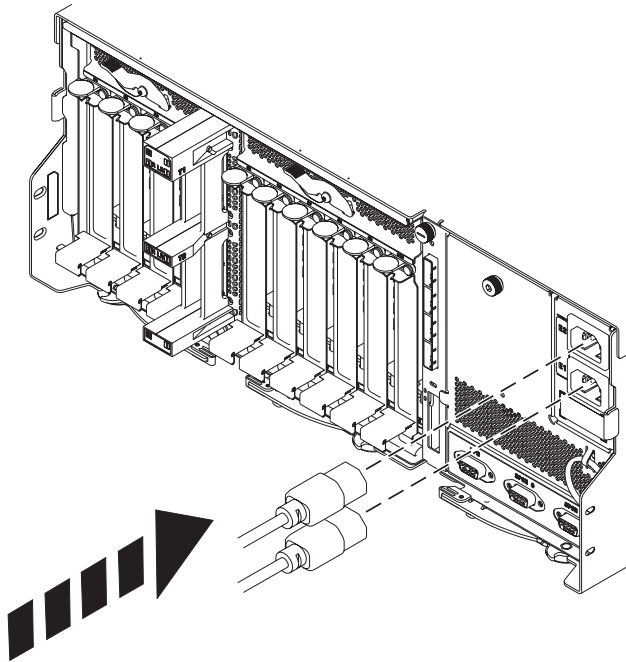

Figure 26. Connexion des cordons d'alimentation
- c. Poussez la poignée (A) vers l'unité de disque pour bien la fixer en place.
- c. Poussez la poignée (A) vers la carte d'extension pour bien la fixer en place.
7. Rebranchez les câbles d'alimentation à l'arrière du boîtier comme indiqué dans la figure 26.